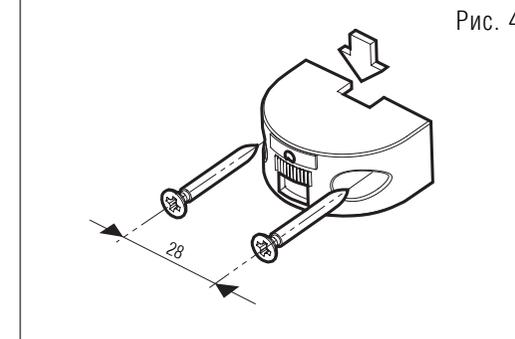

Рис. 4
3. Ввести провода от блока питания и шлейфа сигнализации через кронштейн, предварительно надломив верхний или нижний паз на кронштейне, закрепить кронштейн шурупами на стене (рис. 4, 5).